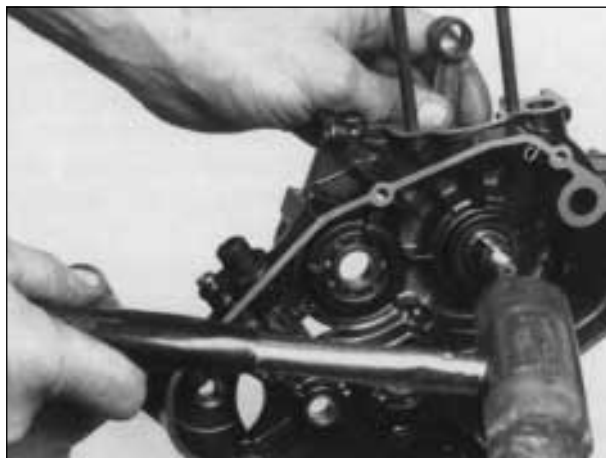

Fig. 28
- 26) TOGLIERE il contralbero equilibratore (Fig. 27), sfilare quindi l'imbiellaggio dal semicarter lato frizione battendo con un martello di plastica o gomma (Fig. 28) facendo attenzione a non rovinare il tratto filettato.
- 26) REMOVE the countershaft (Fig. 27), then take off the crankshaft of the crankcase, tapping with a plastic or rubber hammer (Fig. 28) and being careful not to spoil the threaded part.